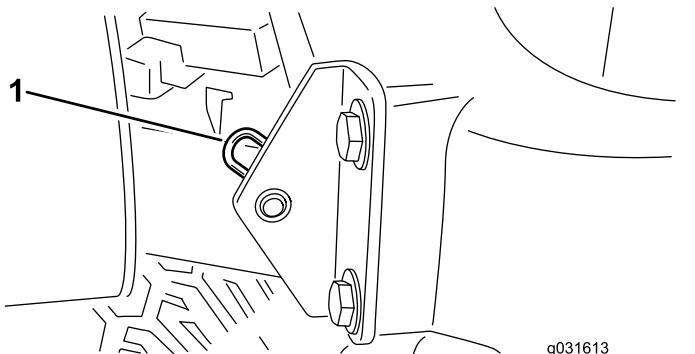

Figura 60
2. Togliete la coppiglia che fissa il perno del cofano alle staffe di montaggio (Figura 60).